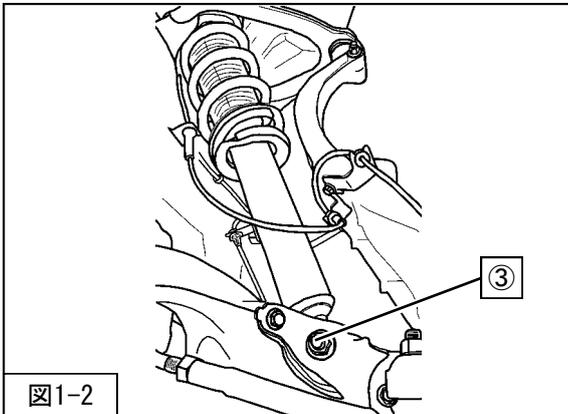

図1-2
4. ③フロントサスペンションASSYロア取付ボルト・ナットを取外してください。(図1-2)